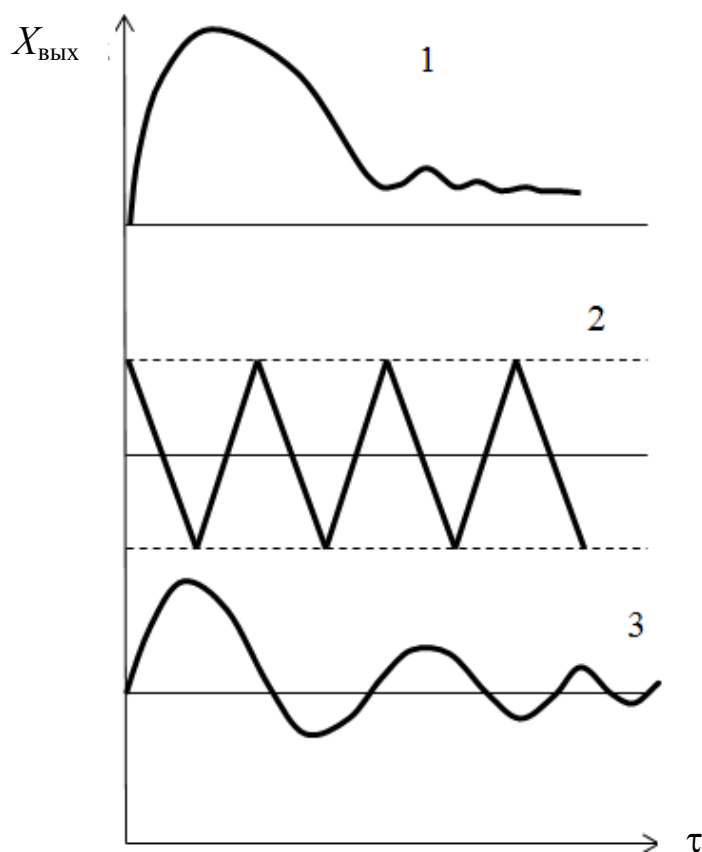

Рис. 3
2. Укажите, какой из приведенных на рис. 3 переходных процессов регулирования (1, 2 или 3) характерен для системы с двухпозиционным регулятором.